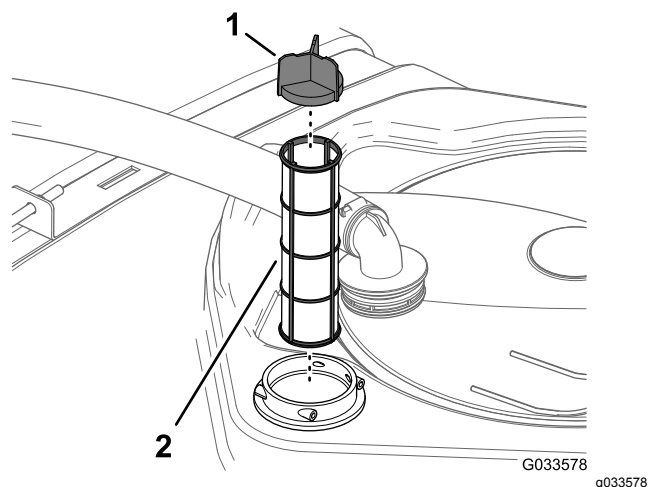

Figura 102
4. Retire o filtro de sucção antigo da estrutura do filtro no depósito (Figura 102).